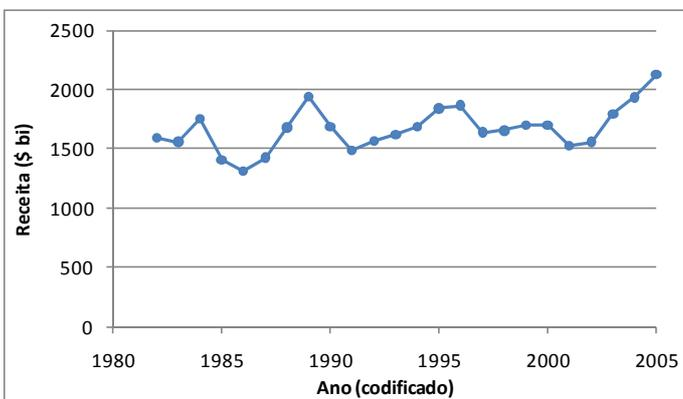

Figura 6.2 Cabot Corporation: Receitas em bilhões de dólares.
6.1.2 Faça um ajuste exponencial na série de receitas da empresa Cabot Corporation (Figura 6.2). Veja arquivo Excel *EstatisticaExcel.xlsx*, planilha *A3Series*, linha 38.